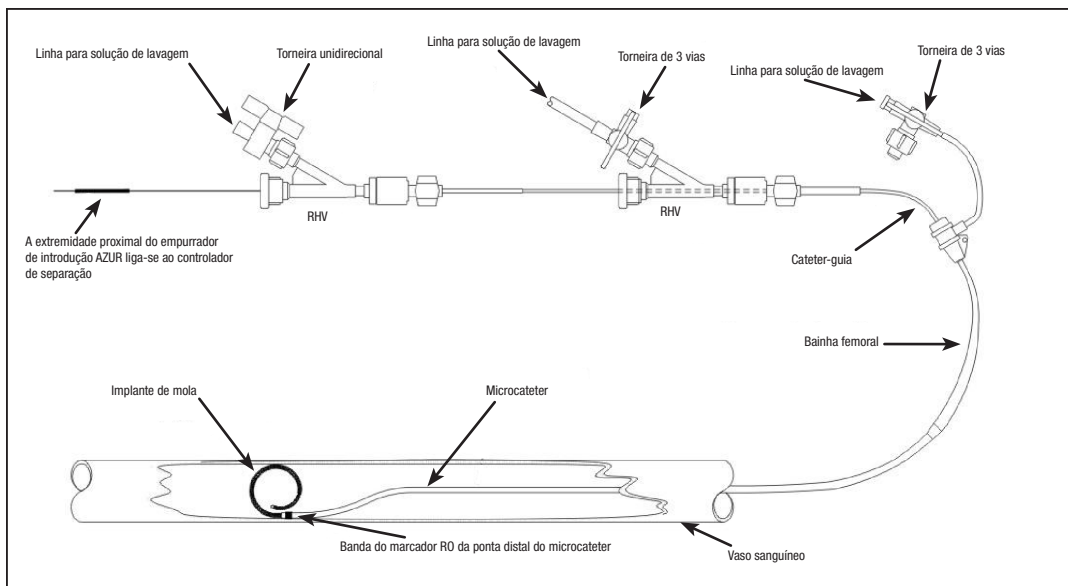

Figura 1 – Diagrama da configuração do sistema AZUR
- NÃO utilize em combinação com dispositivos de radiofrequência (RF).
1. Consulte a Figura 1 para ver o diagrama de configuração.
5. Aceda ao vaso com um cateter-guia e um procedimento de intervenção padrão. O diâmetro interno (DI) do cateter-guia deve ser grande o suficiente para permitir a injeção de contraste com o microcateter colocado. Desta forma é permitido o mapeamento fluoroscópico durante o procedimento.